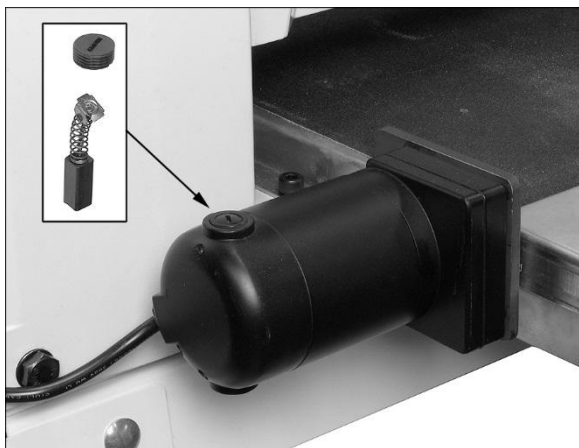

Abb. 10-4
2. Die Bürstenkappe abschrauben (Abb. 10-4).